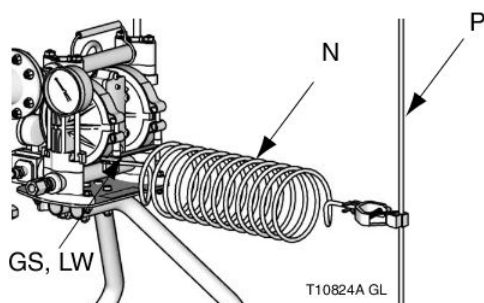

FIG.1 Fil de terre
Pompe: Pompe: effectuer la mise la terre au moyen du cble de mise la terre et de la pince (fournie). Voir FIG. 1 Raccorder le cble de mise la terre la vis (GS) avec rondelle frein (LW) qui se trouve l'arriere de la pompe. Bien serrer la vis. Raccorder l'autre extrmit du cble de mise la terre une vritable prise de terre (P).